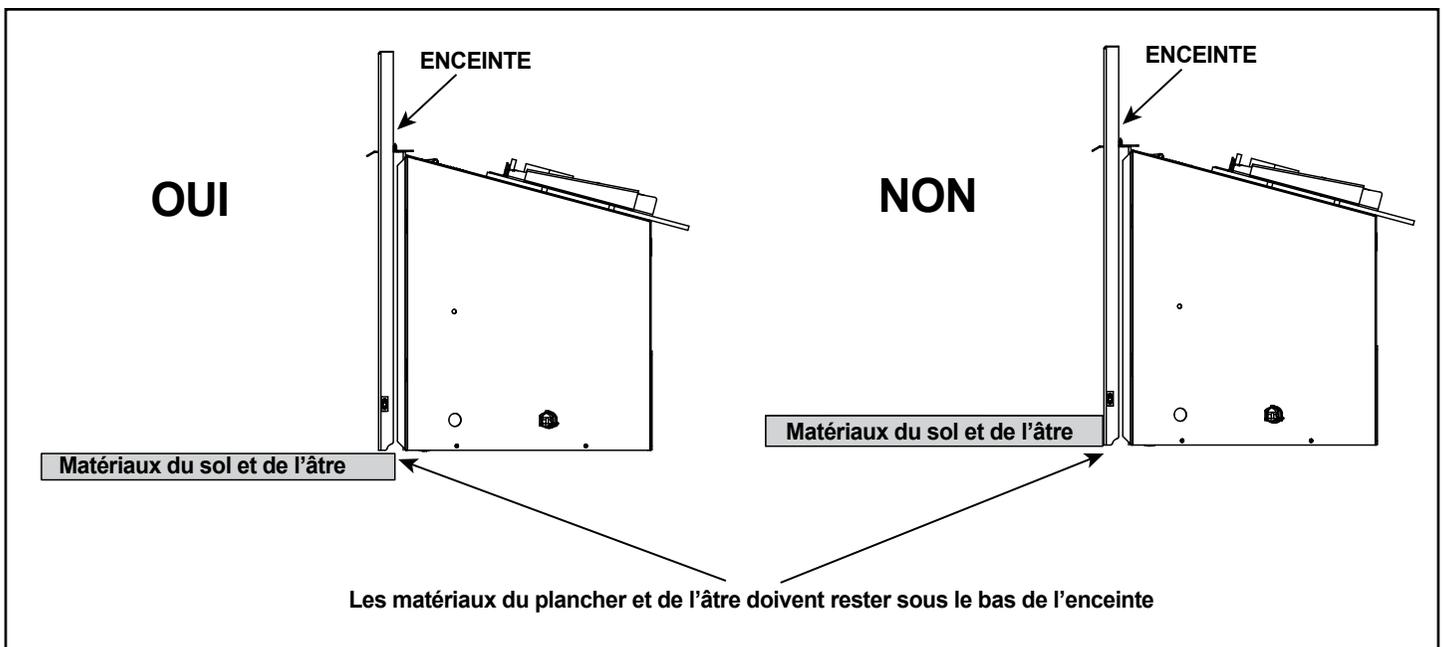

Figure 3.18 Matériaux du plancher et de l'âtre
- Tous les matériaux du plancher et de l'âtre doivent rester sous la partie inférieure de l'enceinte. Voir la figure 3.18.